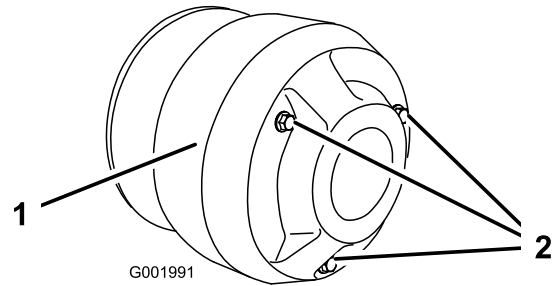

Bild 58
4. Entfernen Sie die drei Schrauben, mit denen die Abdeckung an der Kupplung befestigt ist und nehmen Sie die Abdeckung ab (Bild 58).